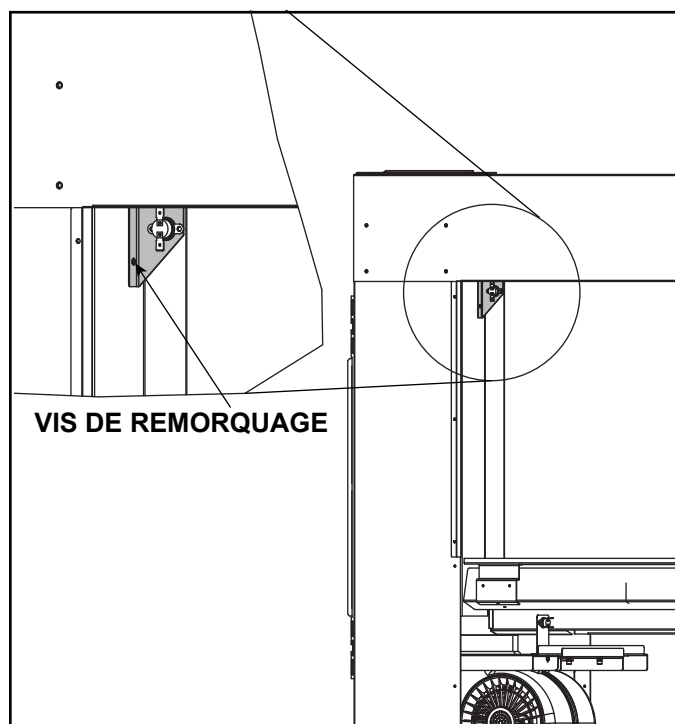

Figure 4.2 Limiteur de température correctement installé
1. Retirez l'interrupteur de limite de température élevée de la vitre du foyer en retirant la vis mécanique qui maintient le support en place et mettez l'ensemble de côté. Voir la figure 4.2.
- Remettez en place l'ensemble de l'interrupteur de limite de température élevée et fixez les connexions des fils. Voir la figure 4.2.
- Assurez-vous que l'interrupteur de limite de température élevée est installé correctement et que les fils sont connectés. Voir la section 11 du manuel d'installation de l'appareil pour les instructions d'installation. Voir la figure 4.2. Vérifiez que les fils ne sont pas pincés par le plateau de transition.